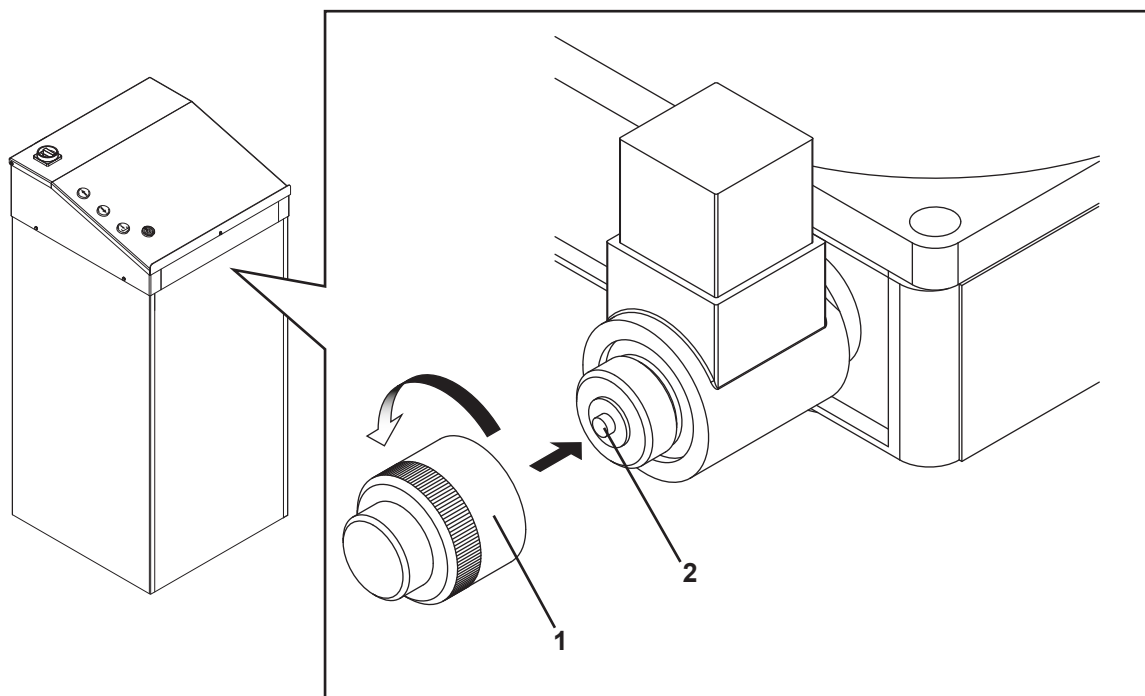

Fig. 25
- aprire la valvola di discesa manuale prima svitando il tappo di protezione (1) (Fig.25), poi premere sul dispositivo (2).
- Open the manual drop valve by unscrewing the protection cap (1) (Fig.25) and then pressing device (2).
- Das manuelle Absenkenventil öffnen, indem zuerst der Schutzstöpsel (1) (Fig.25) losgeschraubt und dann die Vorrichtung (2) betätigt wird.
- Ouvrir la valve de descente manuelle en dévissant d'abord le bouchon de protection (1) (Fig.25) et en appuyant ensuite sur le dispositif (2).
- abra la válvula de descenso manual desenroscando el tapón de protección (1) (Fig.25) y, luego apriete el dispositivo (2).
In riferimento agli schemi impianto oleodinamico, pneumatico ed elettrico si evidenzia in Fig.25 il posizionamento delle elettrovalvole.